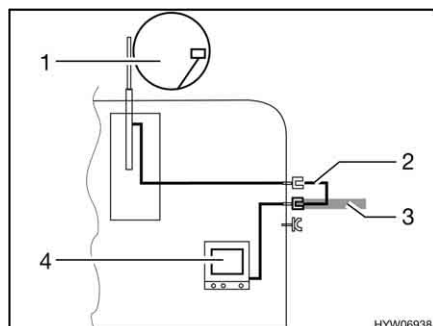

Fig. 153 TV nel veicolo
- TV nel veicolo (Fig. 153,4): Collegamento all'antenna del tetto (Fig. 153,1) con cavo di collegamento (Fig. 153,2)
- TV nel veicolo (Fig. 153,4): Collegamento a antenna esterna (Fig. 153,3)